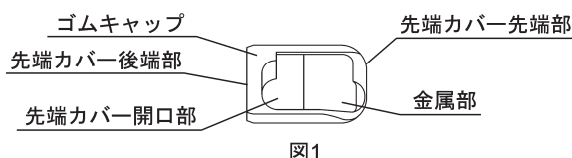

図1
- (3)図3のように湾曲部の湾曲ゴムの最先端側を軽く指でつまみ他方の手で先端カバーの先端側(図1に示す金属部の上)をつまむ。ホワイトリングの指標と先端カバーの指標とをまっすぐに合わせて、先端カバーを内視鏡本体先端部にかぶせていく。